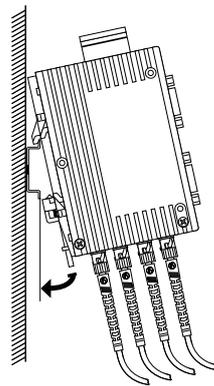
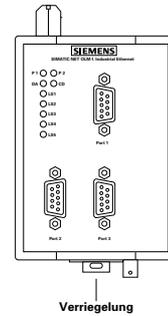

Abb. 7: Montage des OLM/ELM
Abb. 8: Demontage des OLM/ELM
- Hängen Sie die oberen Rasthaken des OLM/ELM in die Hutschiene ein, fahren Sie mit einem Schraubendreher waagrecht unterhalb des Gehäuses in den Verriegelungsschieber und ziehen diesen nach unten (vgl. Abb. 8, Demontage) und drücken Sie die Unterseite des Moduls auf die Hutschiene, bis sie einrastet (Abb. 7).
Um das OLM/ELM von der Hutschiene zu demontieren, fahren Sie mit einem Schraubendreher waagrecht unterhalb des Gehäuses in den Verriegelungsschieber, ziehen diesen – ohne den Schraubendreher zu kippen – nach unten und klappen das OLM/ELM nach oben (Abb. 8).